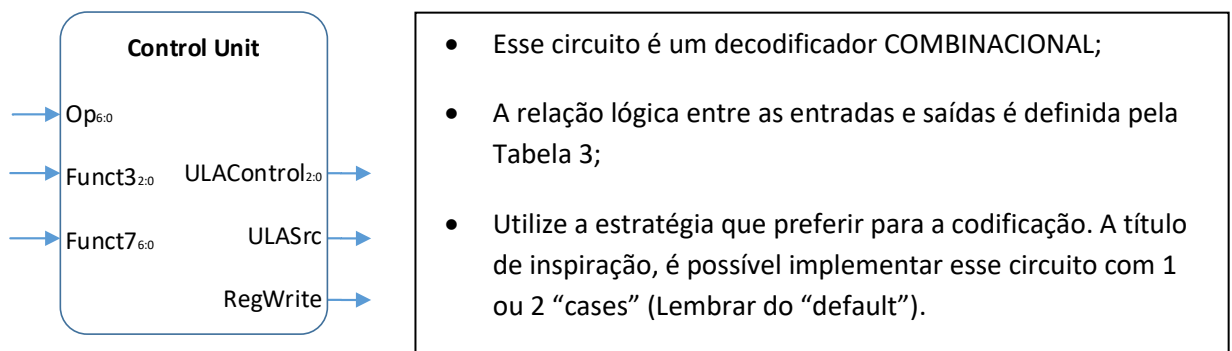

Figura 2 – Unidade de Controle.
2. Faça a descrição de hardware, em Verilog/SystemVerilog, da Unidade de Controle indicada na figura 2. Esse módulo gera os sinais de controle para cada uma das instruções suportadas pela CPU.